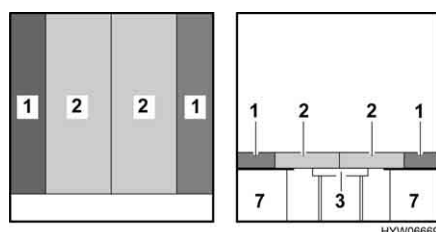

Fig. 48 Dopo la trasformazione
- Collocare i cuscini dello schienale (Fig. 48,1) sulla parete esterna. Rispettare la forma cuneiforme.
- Premere entrambi i cuscini del divano (Fig. 48,2) fra i cuscini dello schienale.